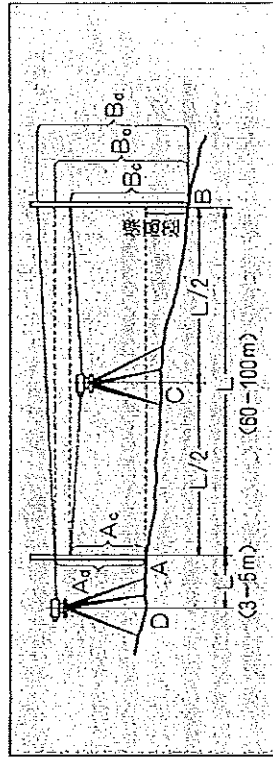

図4
- ① 少なくとも60m以上離れた、AおよびB点に杭を打ち込み、標尺を立てます。(図4)
- ② A、B線上の中央C点(スタジア距離測量法を用い、スタジア線間のA、B両標尺の読みの等しい位置)に機械を据えて、A、B両点を水準測量し、各々の標尺の読みをA_cおよびB_cとします。